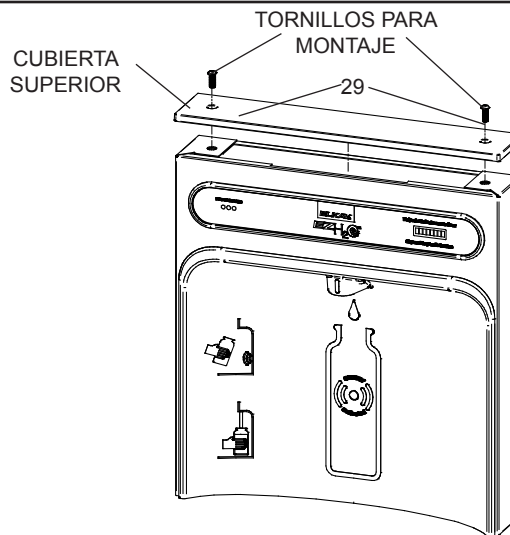

Fig. 5
- 1) Retire los dos (2) tornillos que sostienen la cubierta superior de la estación de llenado con la llave Allen de 5/32" (vea Fig. 5). Retire la cubierta. Nota: No deseche de los tornillos, los necesitará para volver a instalar la cubierta.
- 11) Una vez que la estación de llenado esté instalada sobre las pestañas de la placa de la pared, el conducto del agua y el cable de electricidad estén instalados adecuadamente, empuje la parte superior de la estación de llenado hacia la pared y alinee los dos (2) orificios de la cubierta superior.
- 12) Vuelva a instalar la cubierta en la estación de llenado de botellas (Fig. 5) con los dos tornillos que removió en el paso 1. Precaución, no apriete demasiado los tornillos.